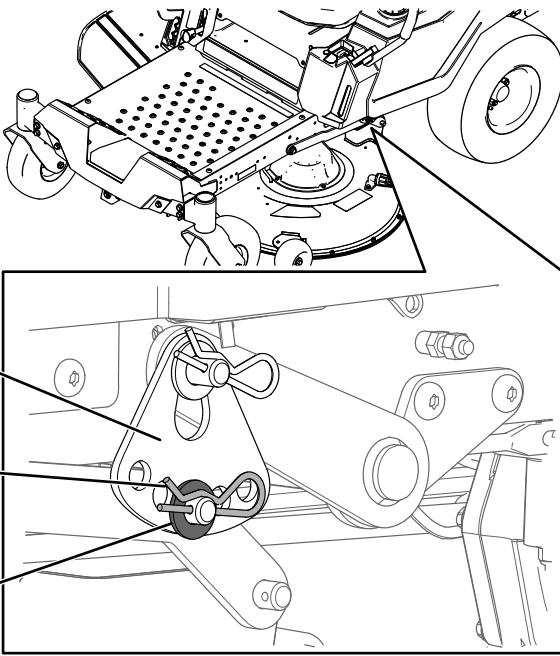

Figuur 69
4. Plaats 2 blokjes met een dikte van 6,6 cm onder elke kant van de voorste rand van het maaidek, maar niet onder de beugels van de antiscalpeerrollen (Figuur 68 of Figuur 69).
5. Plaats 2 blokjes met een dikte van 7,3 cm onder de achterste rand van de maaikast, één blokje aan elke kant van het maaidek (Figuur 68 of Figuur 69).